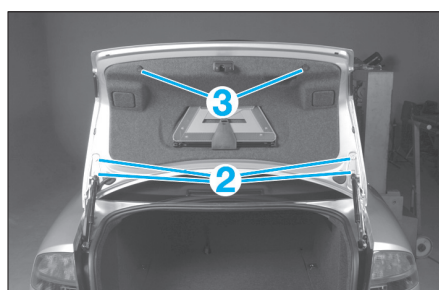

Fig. 83
- Déposer les 4 écrous de fixations (2) (Fig.83).
- Vérifier les jeux et affleurements en agissant sur les butées de réglages (3) (Fig.83).